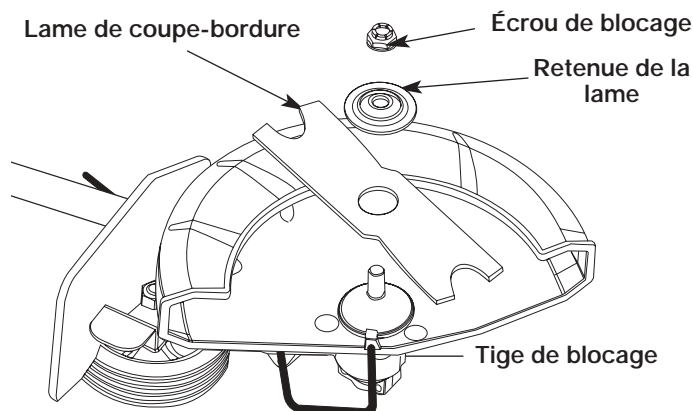
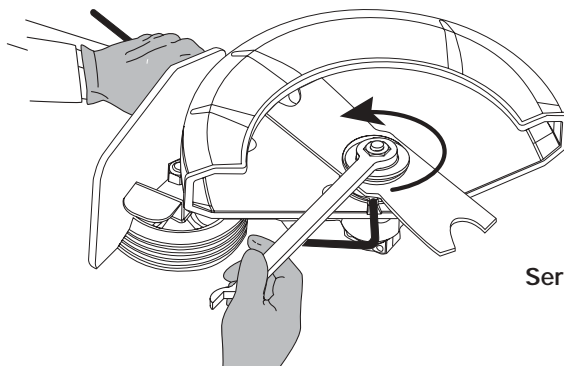

Fig. 32
Fig. 33
4. Installez la nouvelle lame, sa retenue et l'écrou (Fig. 32). Insérez la tige de blocage à travers la fente et dans le trou de l'arbre de sortie. Veillez à ce que la lame reste à plat et centrée contre l'arbre de sortie pendant que vous vissez l'écrou de blocage **vers la gauche** (Fig. 33).
5. Si vous possédez une clé dynamométrique, serrez l'écrou à un couple de **37-38 N•m (325-335 po•lb)** tout en maintenant la tige de blocage dans la fente. Si vous n'en disposez pas, maintenez la tige de blocage dans la fente. Utilisez une clé fermée ou à douille de 5/8" pour tourner l'écrou à **gauche** jusqu'à ce qu'il soit bien ajusté contre la rondelle et que la lame soit bien mise. Assurez-vous que la lame est bien mise, puis donnez à l'écrou 1/4 ou 1/2 tour supplémentaire (Fig. 33).